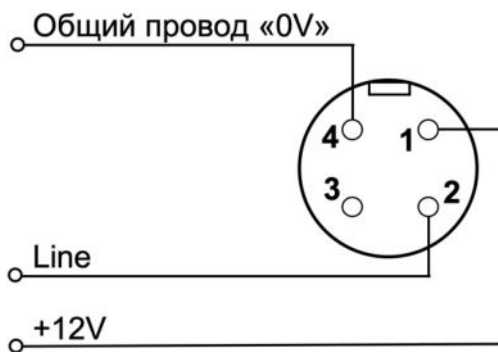
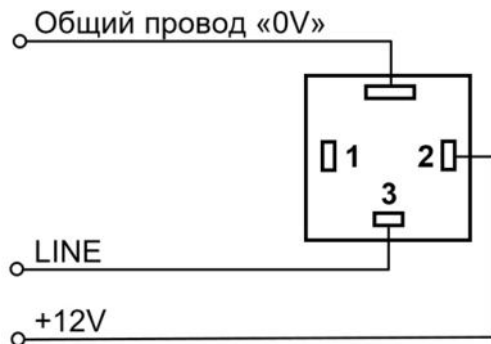

Рис.8. Схема «распейки» кабеля (вид со стороны «распейки» розетки) для подключения ДВ2ТСМ-5Т-5П-АК исполнение 2.
Рис.9. Схема «распайки» кабеля (вид со стороны «распайки» розетки) для подключения ДВ2ТСМ-5Т-5П-АК исполнение 3.
6.4. Измерительный преобразователь ДВ2ТСМ подключается к измерительной системе трехпроводным кабелем. Назначение выводов преобразователя в исполнении 1 приведено внутри корпуса преобразователя рядом с контактами клеммной колодки, для исполнения 2, 3 - на рис.8 и рис.9 соответственно